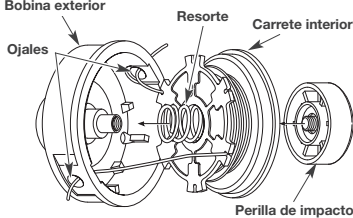

Fig. 19
1. Pase los extremos de los hilos a través de los ojales de la bobina exterior. Coloque el resorte dentro del carrete interior. Inserte el carrete interior dentro de la bobina exterior. Oprima el carrete interior y la bobina exterior uno contra otro (Fig. 19).